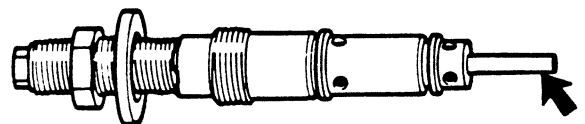

Fig. 6
- In Fig. 6 staat afgebeeld het ventiel zoals dat voorkomt in het 8065-stuurhuis in nieuwe uitvoering en het 8066-stuurhuis (ventielen gemonteerd in het zijdeksel). Controleer de O-ringen.
De stift, zie de pijl in Fig. 6, moet dan geheel ingedrukt worden waarna het ventiel doorgespoeld moet worden. Blaas daarna het ventiel met perslucht goed door.
- Er bestaan twee soorten ventielen volgens Fig. 6. Deze zijn v.w.b. de afmetingen gelijk maar de veerkracht waarmee de ventielen gesloten worden is verschillend.